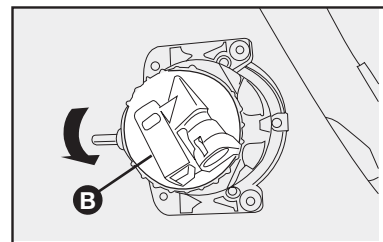

fig. 41
- 2) Gire la tapa **B-fig. 41** en el sentido antihorario;